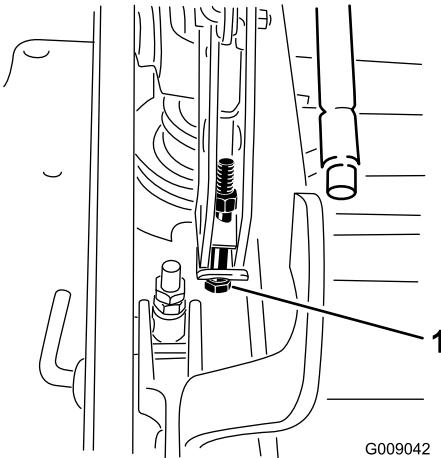

Figure 97
12. Si le tablier est trop bas, serrez le boulon de réglage monopoint dans le sens horaire. Si le tablier est trop haut, desserrez le boulon de réglage monopoint dans le sens antihoraire (Figure 97).